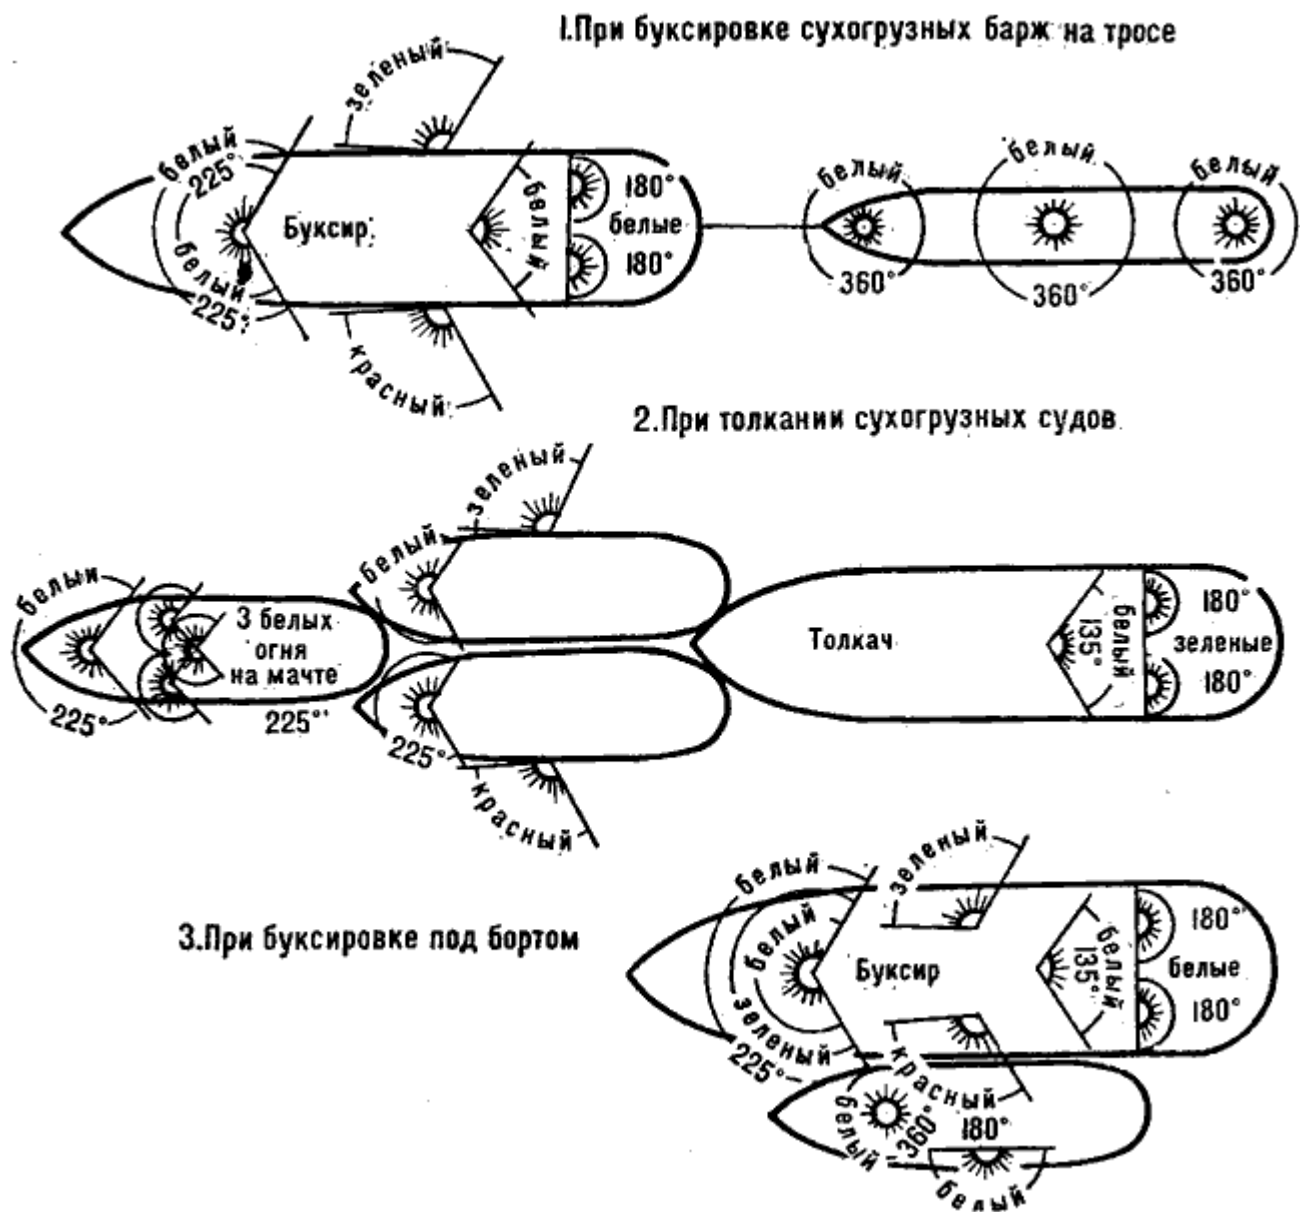

Рис. 144. Схема расположения ходовых огней на речных буксирах
4. Буксирные суда, ведущие на буксире другие суда или плоты, кроме огней, предусмотренных § 25 для одиночных судов (отличительных, гакового и гакабортных), несут на передней мачте (рис. 144):
- сухогрузные, длиной более 50 м - кроме белого клотикового на мачте по одному белому огню на носовом и кормовом флагштоках (рис. 144);
- буксируемое под бортом - один белый клотиковый огонь на мачте и один белый огонь с внешнего борта (рис. 144);
Если ширина толкаемых судов превышает ширину толкача, то его отличительные огни переносят на наружные борта толкаемых судов (§ 35, рис. 144).